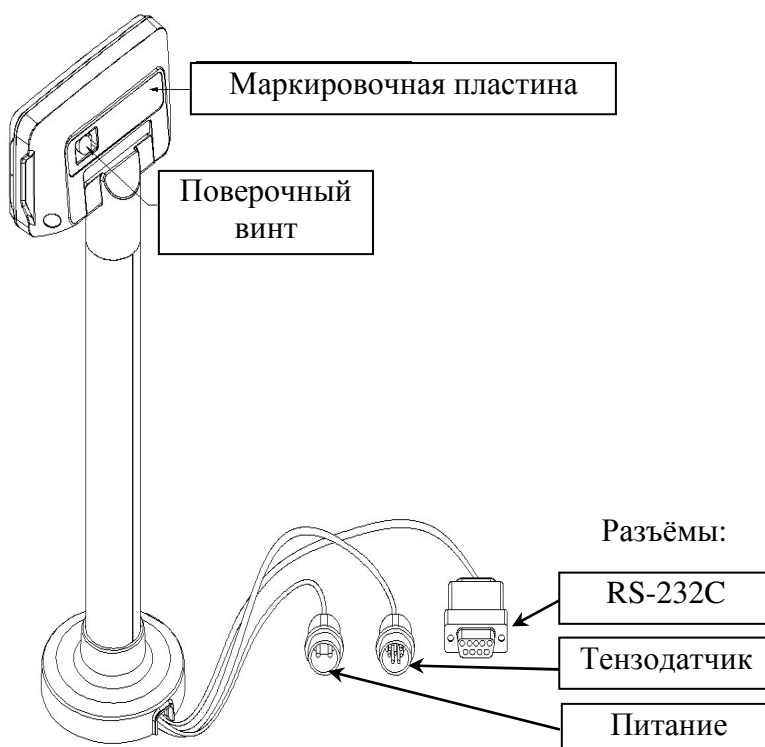

Рисунок 4.6 – Вид задней панели и разъёмов
- ❑ Продеть пломбировочную проволоку с пломбой через поверочный винт и в ушко пластины (см. рисунок 4.6 и 4.7).